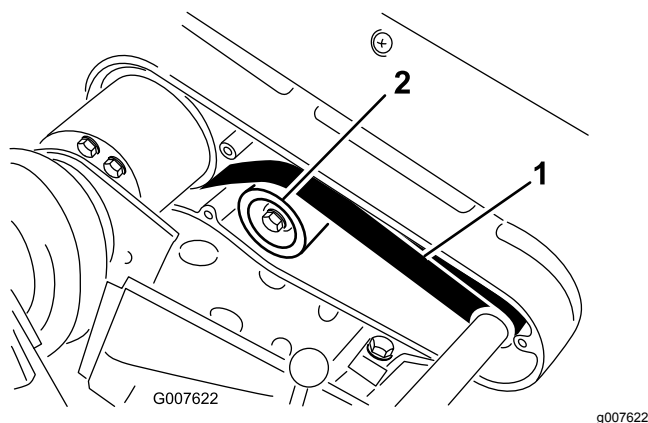

図 40
- プーリー間の中央部で 図 40、2.3-2.7 kg 程度の力でベルトを指で押して張りを点検する。
- アイドルプーリー固定ナットをゆるめ、プーリーをベルトの背に押しつけて、適当な張りを出す 図 40。